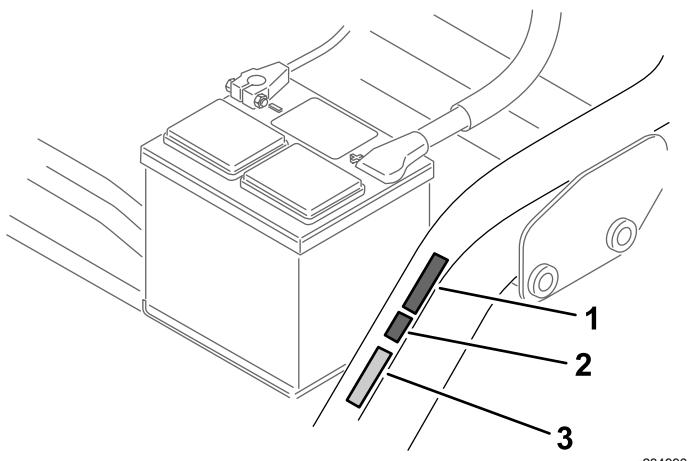

Figura 15
- Applicate l'adesivo del marchio CE accanto alla piastra del numero di serie (Figura 15).
- Applicate l'adesivo dell'anno di produzione CE accanto all'adesivo del marchio CE (Figura 15).